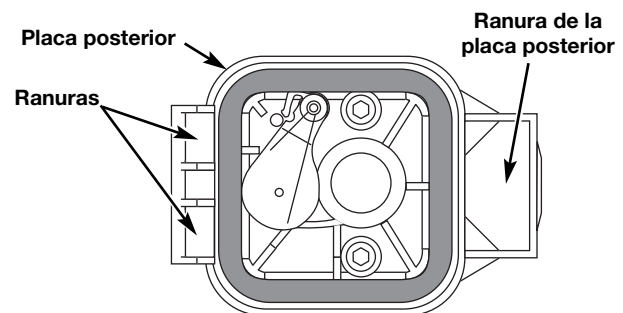

Fig. 27
6. Vuelva a colocar el filtro (Fig. 27).
7. Vuelva a instalar la cubierta del filtro de aire. Coloque los ganchos del lado izquierdo de la cubierta del filtro de aire en las ranuras del lado izquierdo de la placa posterior (Fig. 27).